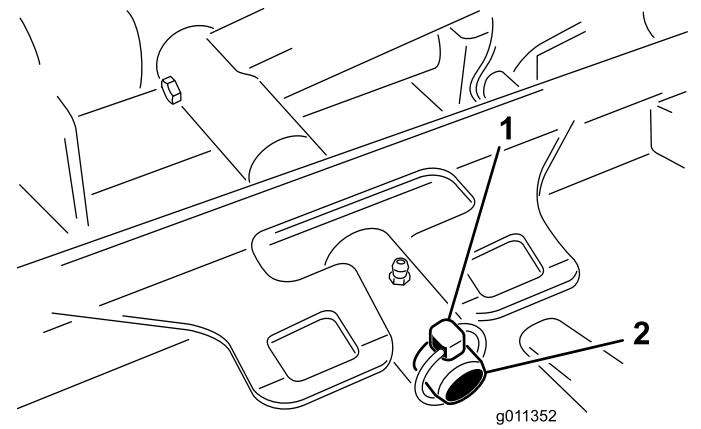

Bild 93
3. Entfernen Sie den Klappstecker (für Groundsmaster 4500-Maschinen) oder die Befestigungsmutter (für Groundsmaster 4700-Maschinen), mit dem bzw. der der Mähwerkträgerrahmen am Lagerbolzen des Hubarms befestigt ist (Bild 93).
2. Schieben Sie den Trägerrahmen des Mähwerks auf den Lagerbolzen des Hubarms (Bild 93). Befestigen Sie das Mähwerk mit dem Klappstecker (für Groundsmaster 4500-Maschinen) oder der Befestigungsmutter (für Groundsmaster 4700-Maschinen) am Lagerbolzen.